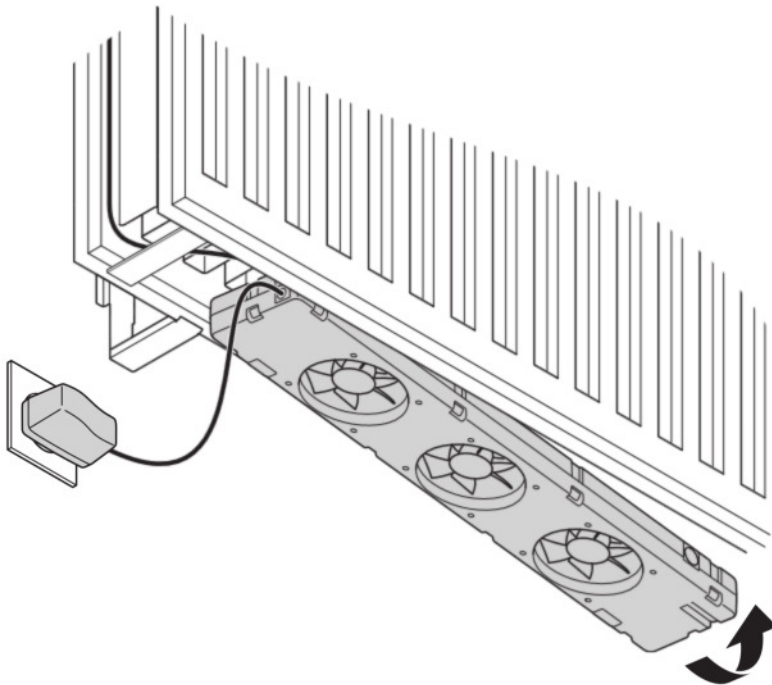

Abb. 2 - Anbringen des SpeedComfort (B1).
- Finden Sie einen Platz, an dem die Wandhalterungen und Verbindungsclips des Heizkörpers nicht im Weg sind. Bringen Sie den **SpeedComfort** (B1) mit den **verstellbaren Magneten** (b13, b14) unten zwischen den Heizkörperplatten an (siehe Abb. 2). Der **SpeedComfort** (B1) kann auch oben auf dem Heizkörper unter einer Abdeckung aufgesetzt werden. **HINWEIS** Stellen Sie sicher, dass die **Ventilatoren** (b7, b8, b9) nach oben weisen!